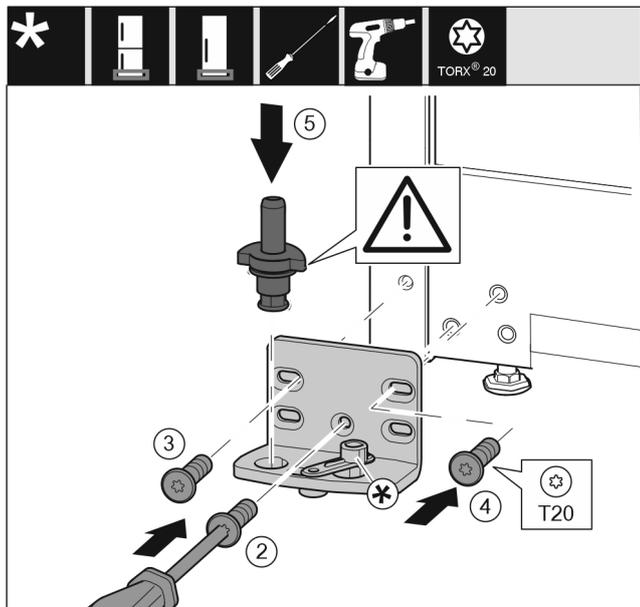

Fig. 18
- ▶ Placer le support de palier de l'autre côté et le visser avec un tournevis. Commencer par la vis Fig. 18 (2) en bas au milieu.
- ▶ Serrer la vis Fig. 18 (3) et la vis Fig. 18 (4).
- ▶ Insérer complètement l'axe de palier Fig. 18 (5). Veiller à ce que l'ergot soit orienté vers l'arrière.